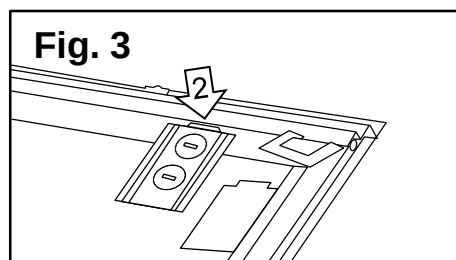
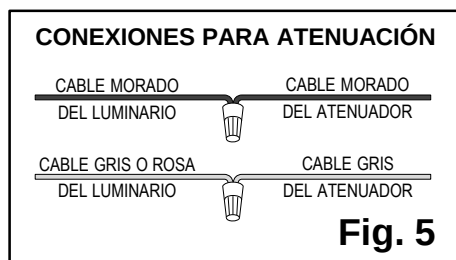

Fig. 3
Fig. 5
6. Retire una **entrada** en la **placa de acceso** (#2) para los **cables de suministro** (**Fig. 3**). Si no va a utilizar un atenuador, vaya al siguiente paso; a lo contrario retire la otra **entrada** en la **placa de acceso** (#2) o **entrada** en el **borde del luminario** (#3) para los **cables morado y gris/rosa** del luminario de atenuador (**Fig. 3**).
7. Retire la **placa de acceso** (#2) situada en la parte posterior del aparato. Localice el **conector rápido** para los **cables de alimentación** en **blanco y negro** (**Fig. 3**).
8. Pase los **cables de suministro** a través **entrada** en la **placa de acceso** (#2) (**Fig. 3**).
11. Si utiliza un atenuador, localice los **cables de atenuación del luminario morado (+)** y **gris/rosa (-)**. Enrosque los **cables de atenuación** a través de la otra **entrada** de la **placa de acceso** (#2) (**Fig. 3**). Conecte los **cables de luminario morado (+)** y **gris/rosa (-)** a los cables correspondientes del regulador de pared de 0-10V (**Fig. 5**).